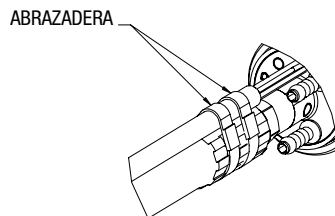

Figura 3-11: Ubicación de las Abrazaderas
- (k) Utilizar las abrazaderas provistas con el conjunto de los cartuchos para mantener el cable del interruptor de avance lento de alambre en su lugar. Consultar la Figura 3-11.